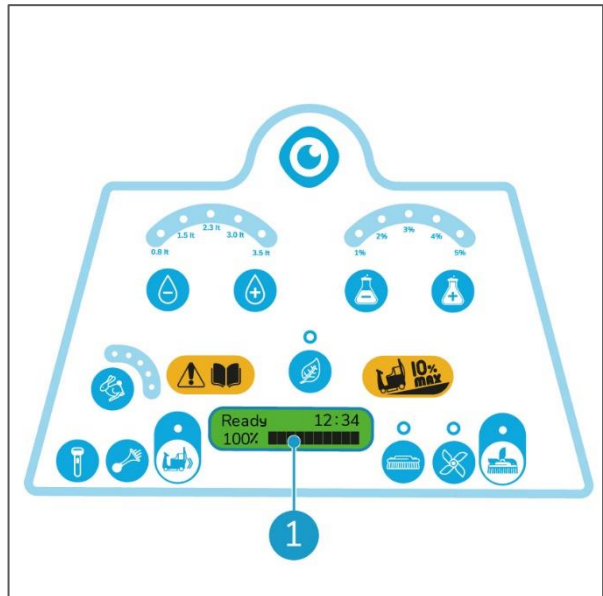

Figura 60
10. Espera unos segundos. La pantalla debe indicar 100 % y las 10 barras de la pantalla del nivel de batería deben estar visibles (Figura 60, pos. 1). La i-drive está lista para un nuevo ciclo de trabajo.